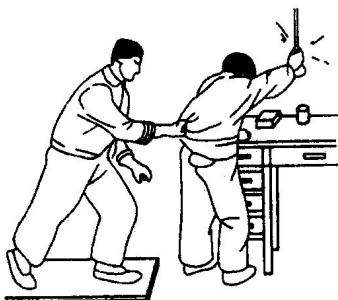

图 1-1-4 拽
④ 拽。急救人员可以戴上手套或在手上包缠干燥的衣服等绝缘物品拖拽触电者；也可以站在干燥的木板、橡胶垫等绝缘物品上，用一只手将触电者拖拽开来，如图 1-1-4 所示。
⑤ 垫。如果电流通过触电者入地，并且触电者紧握导线，可设法用干木板塞到触电者